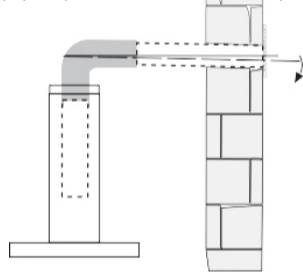

рис. 1А
- 1.2 Вытяжку устанавливайте на высоте, как показано на рис. 1.
- 1.5 При выводе воздуховода на улицу (через отверстие в стене) должен быть уклон воздуховода, как на рис. 1А.
Электрическая плита Газовая плита **рис. 1**
4.7 Устанавливайте кухонную вытяжку над плитой в соответствии с рис. 1.